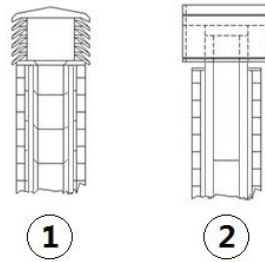

Fig. 3 - Extremos de chimenea antiviento
- Es aconsejable un extremo de chimenea antiviento véase **Fig. 3 a pág. 7**.
- Conducto de ventilación externo realizado enteramente en tubos inox aislados o sea con pared doble de mínimo $\varnothing 150$ mm: todas las partes son bien ancladas al muro, con el extremo de chimenea antiviento (véase Fig. 3 a pág. 7).